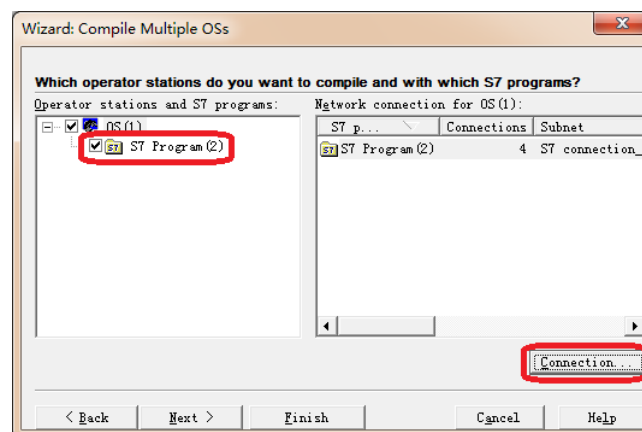

图 12
(D) 在向导中选择相应的 S7 Program，选择 Connection，如图 12 所示。